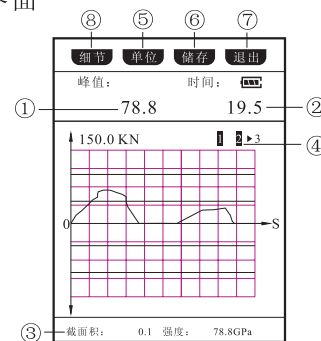

图13
⑧停止键: 停止测试进入储存界面 (图13)。
测试材料强度参数为“是”, 显示截面积与强度大小 (图13);
若存储位为0，按此键返回存储界面（图13）；